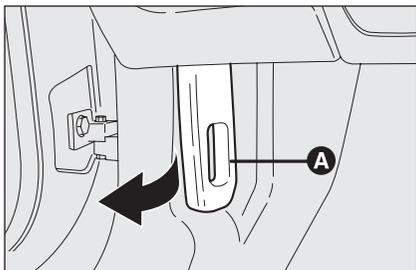

рис. 112
- потяните рычаг **A** - **рис. 112** в направлении стрелки;